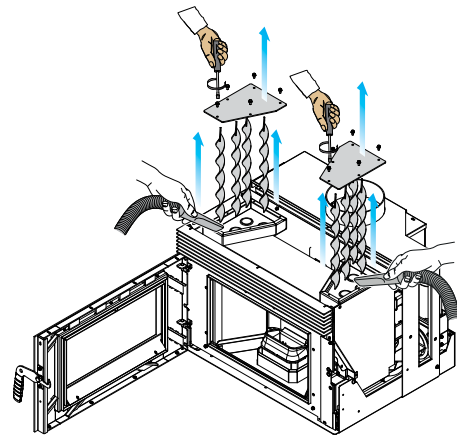

fig. 7.16
- C) rimuovere i tappi superiori dell'inserito e aspirare i residui di cenere (fig. 7.16)